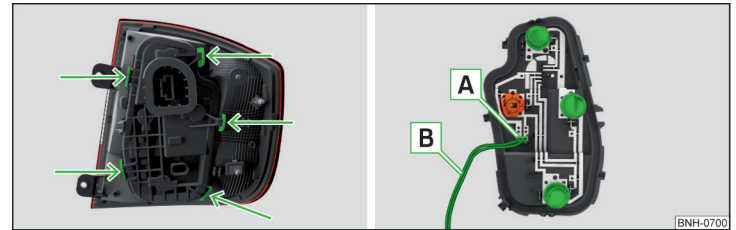

Fig. 270 Partea exterioară a lămpii/Suport cu becuri
- › Deblocați suportul becului în zonele marcate cu săgeți » fig. 270 și scoateți-l din lampă.
- Înainte de montarea suportului de bec în lampă, verificați dacă conectorul **A** » fig. 270 dintre lampă și suportul becului este cuplat corect.